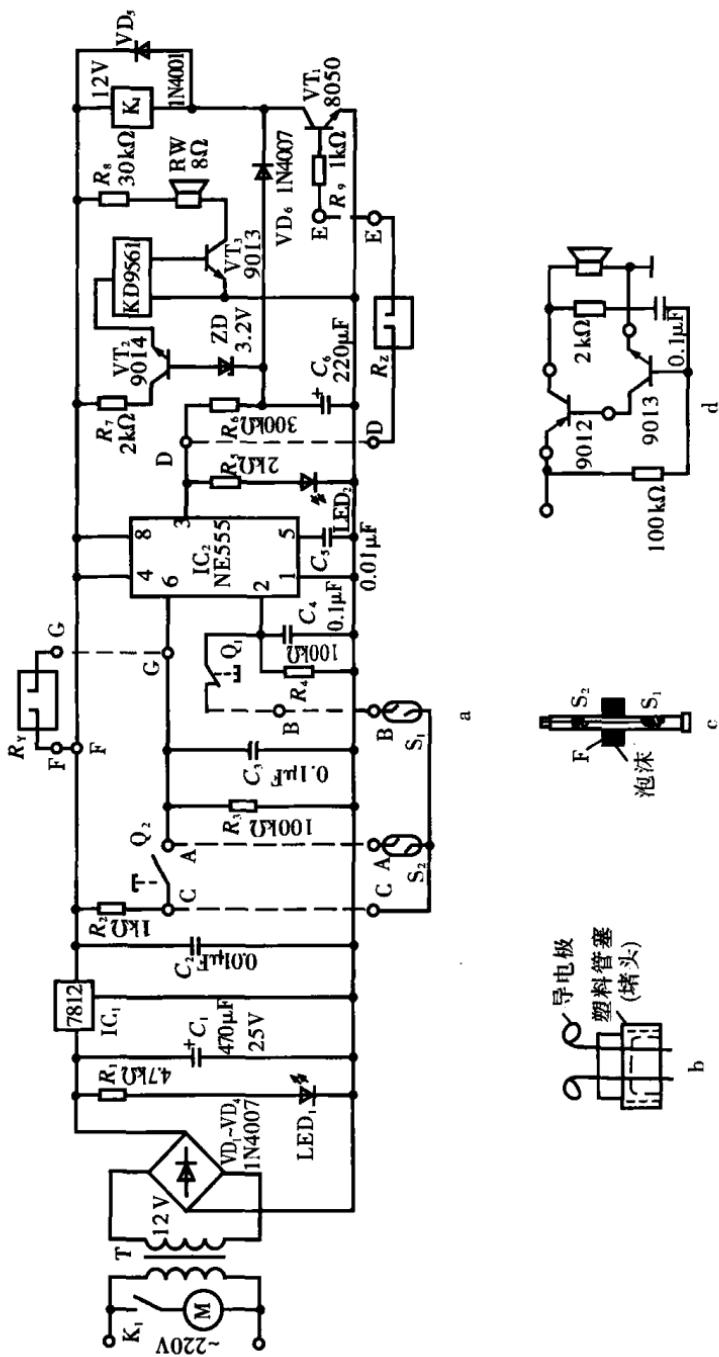

图1-2
本文介绍一款水泵自控器电路，该电路装置除供水自控外还具有下列特点：①采用干簧管检测水位，优于电触点式，不污染水源，不存在电极腐蚀的问题。②具有水源检测功能，无水则不会开机，并报警或切断电源。③具有防溢水功能，即使控制失效，干簧管发生故障，水满了亦能自停，起双重保护作用。电路如图 1-2 所示。